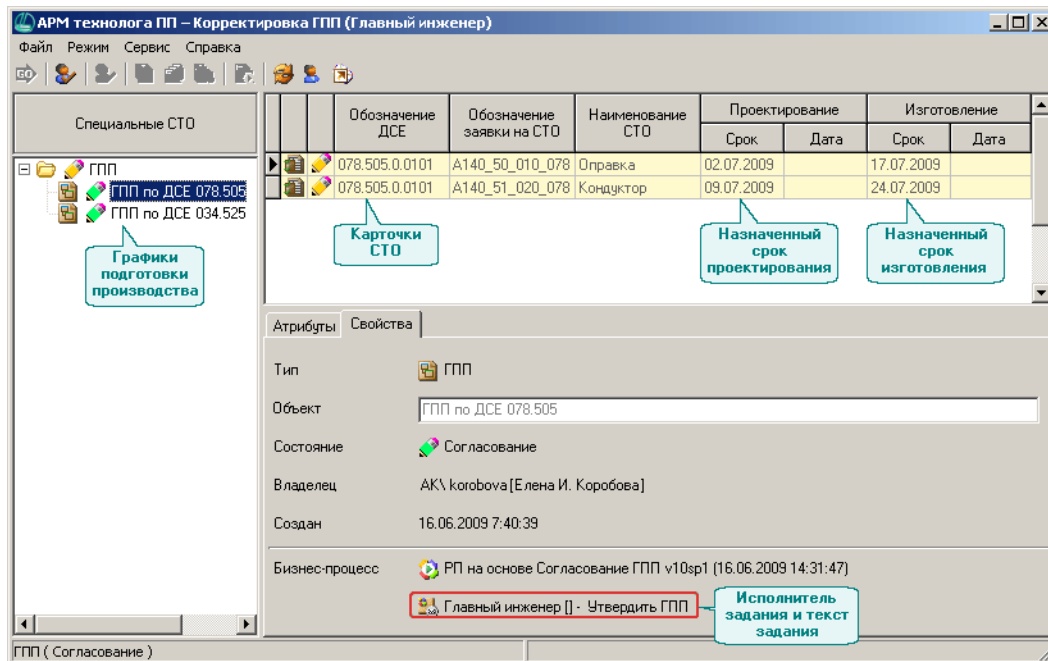

Рис. 1.15.
1. Запустите *АРМ технолога ПП* и вызовите со страницы главного меню **Режим** команду **Гл. инж. – Корректировка ГПП**. В окне программы (рис. 1.15) вы увидите: